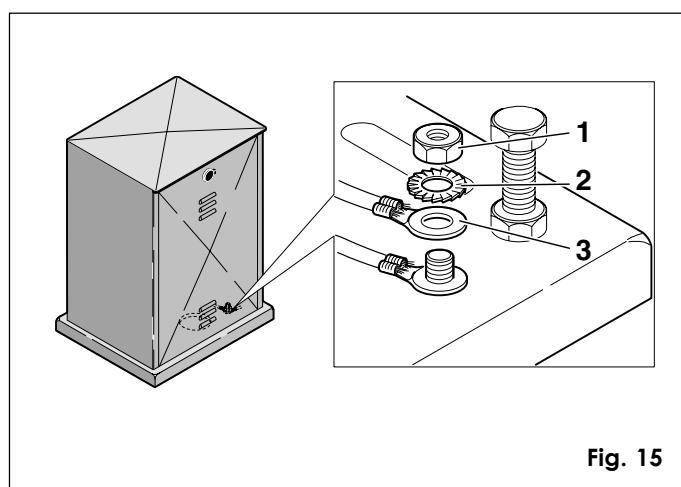

Fig. 15
**Effectuer la mise à la terre de l'automatisme comme indiqué fig. 15.**